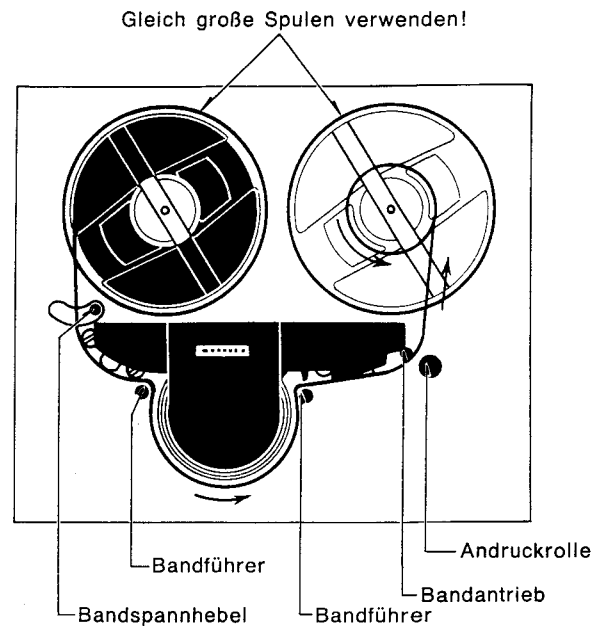

Abb. 3
3. Jetzt ca. 50~60 cm Band abwickeln, mit beiden Händen halten und einfädeln, wie in Abb. 3 gezeigt.